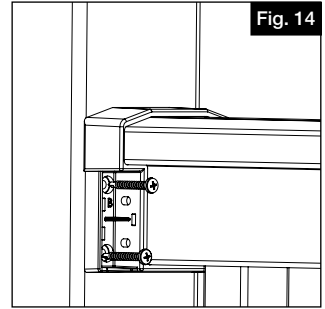

Fig. 14
- iii. Serrer les vis jusqu'à ce que le support soit bien ajusté au poteau. On recommande l'utilisation d'une perceuse sans impact avec un réglage d'embrayage pour éviter un serrage excessif (Fig. 14).